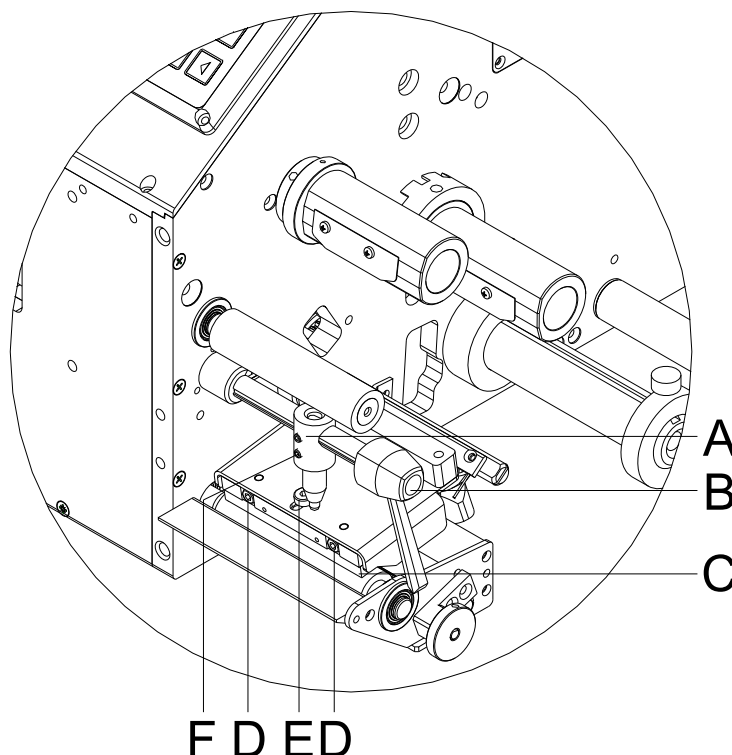

Figura 13
1. Afloje el tornillo de sujeción (E, Figura 13) girándolos aproximadamente $\frac{1}{4}$ de vuelta con ayuda de una llave allen de tamaño SW 2,5.
2. Ajuste el paralelismo con los tornillos (D, Figura 13) en el sentido de las agujas del reloj = hacia adelante el cabezal en el sentido contrario de las agujas del reloj = hacia atrás.
4. Coloque de nuevo el tornillo de sujeción (E, Figura 13).
1. Gire el tornillo de presión (F, Figura 13) para modificar la presión del cabezal de impresión.
3. En el cabezal de impresión se ajusta la presión con dos pistones (A, Figura 13). Debe ajustarse la posición del pistón derecho al ancho del material para etiquetas que se emplee para así: